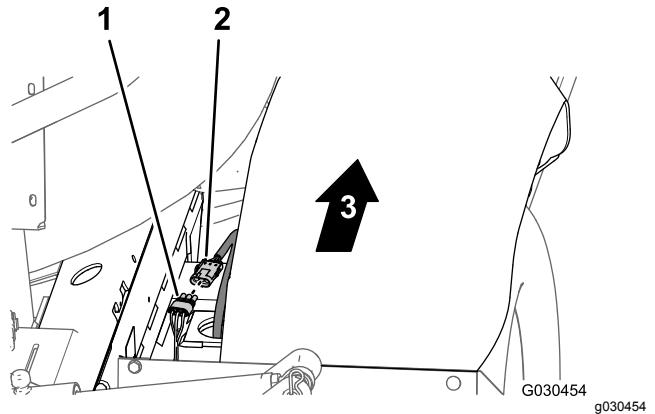

Figura 108
- Nella parte posteriore della macchina (tra il tubo del telaio di destra e il parafango di destra), colleghate il connettore a 3 pin del cablaggio del sensore di velocità nel motore idraulico della trazione di destra al connettore a 3 prese (non contrassegnato) del cablaggio principale posteriore (Figura 108).